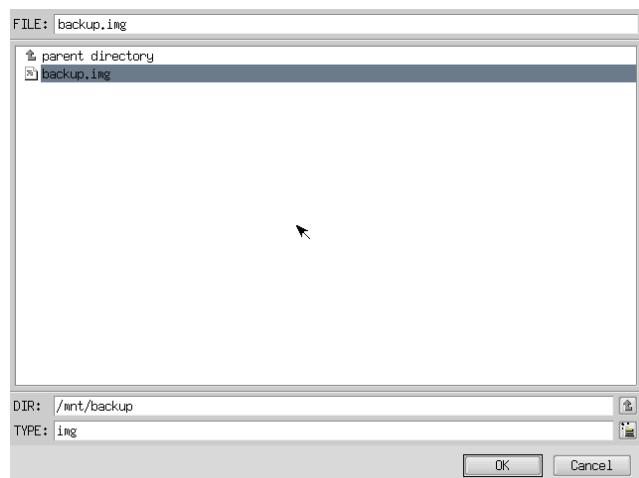

図 5-2-4. ファイル参照画面
- ⑧ ファイル参照画面（図 5-2-4）が表示されます。接続したストレージメディアは、/mnt にマウントされていますので、/mnt 以下から目的のファイルを探してください。[OK] を押すとファイル選択画面にもどります。
- ⑨ ファイル参照画面（図 5-2-4）で指定したバックアップファイルが入力されていることを確認します。